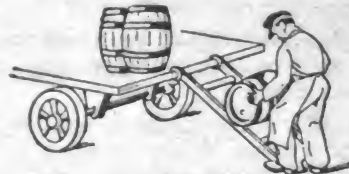

Abb. 7
a) Beobachte, wie gefüllte Bierfässer auf den Wagen gerollt, wie schwere Steine, lange Baumstämme auf den Wagen gebracht werden! (Abb. 7.)